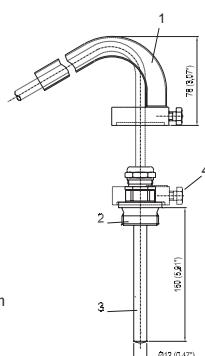

Fig. 2
Llenar 2/3 de la funda del termómetro del transformador (p. ej., según EN 50216-4, antigua 42554, o similar) con aceite o pasta conductora del calor y atornillar el manguito de montaje (fig. 2/2). Introducir el tubo capilar con la sonda térmica hasta el tope del manguito de montaje y atornillar el racor para cables M16.
3.4 Estribo de protección (fig. 2/1) opcional
Si se desea, cabe la posibilidad de colocar un estribo de protección sobre el manguito de protección (fig. 2/2) e insertar el tubo capilar dentro del estribo. Apretar el tornillo de fijación (fig. 2/4) del estribo de protección en una superficie accesible del racor del manguito de protección.